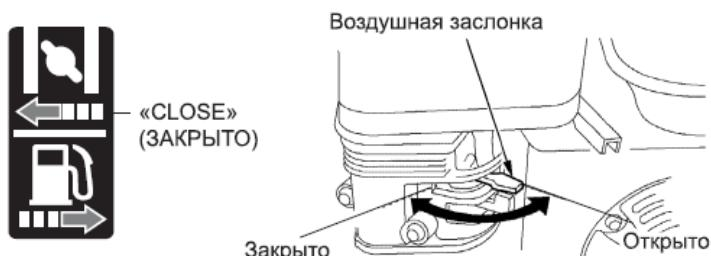

Рисунок 9 – Воздушная заслонка
- 6.3.2.** При запуске холодного двигателя рычаг воздушной должен находиться в положении «закрыто» - крайнее левое положение (рисунок 9).